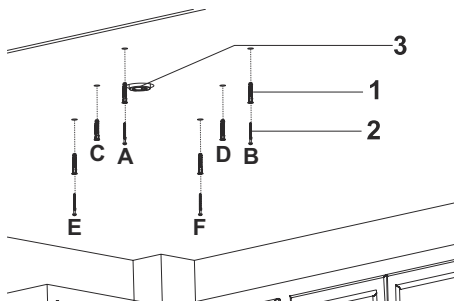

Abb. 6
2. Setzen Sie die Dübel in die gebohrten Löcher ein (Abb. 6).
Die 5,5 x 60 Schrauben in die Dübel der Punkte A, B, E, F hineindreihen (Abb. 6).
Die Kabelverbindungen nach der Montageanleitung durchführen (Abb. 6).